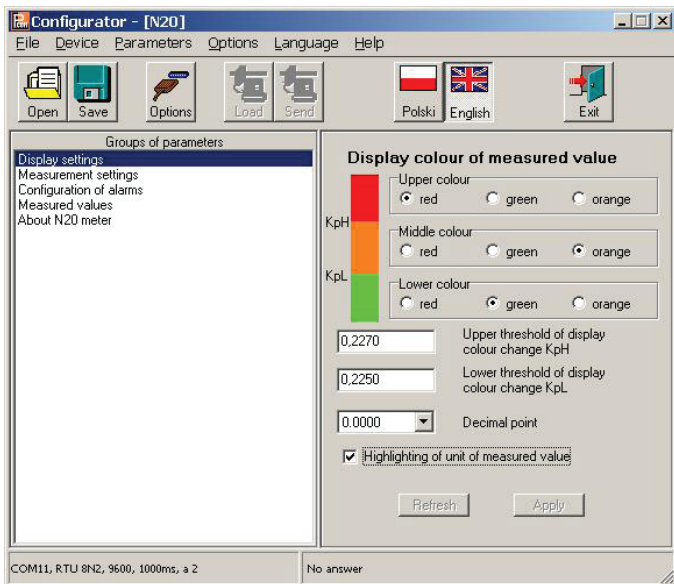

Abb. 7. Fenster der Displayeinstellungen.
- a) Anzeigefarbe des Messwertes. Der Anzeigebereich ist in drei Zonen unterteilt, die durch die Werte KpL und KpH (unterer Grenzwert KpL und oberer Grenzwert KpH - Abb. 7) unterteilt werden. Für jede Zone die Farbe der angezeigten Messwerte wird aus den drei verfügbaren Farben Grün, Orange und Rot gewählt. Die Werte KpL und KpH werden vom Benutzer eingestellt und betreffen die angezeigten Werte. Die Werkeinstellung des Wertes KpL entspricht 100% des Nennwertes und KpH entspricht 105% des Nennwertes, z.B.: für Anzeigegerät in Ausführung 10 V entsprechend: für KpL - 10 V und für KpH - 10,5 V.